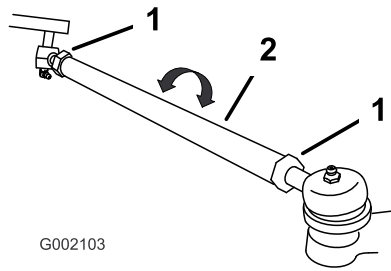

Figura 34
4. Se a medição obtida não corresponder a 0 - 6 mm, desaperte as porcas de segurança nas extremidades das barras transversais (Figura 34).